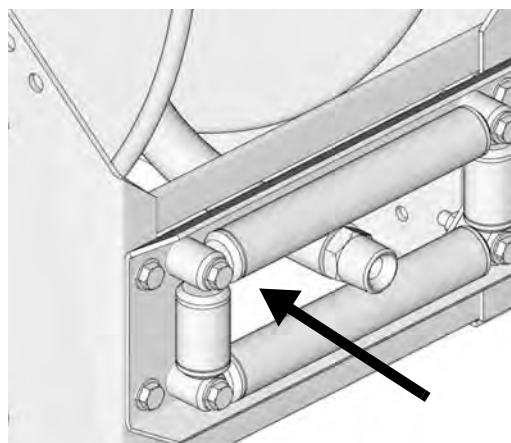

FIG. 19
5. Faire passer l'extrémité libre du tuyau entre les rouleaux et enrouler manuellement le tuyau autour de l'enrouleur et l'attacher (FIG. 19).